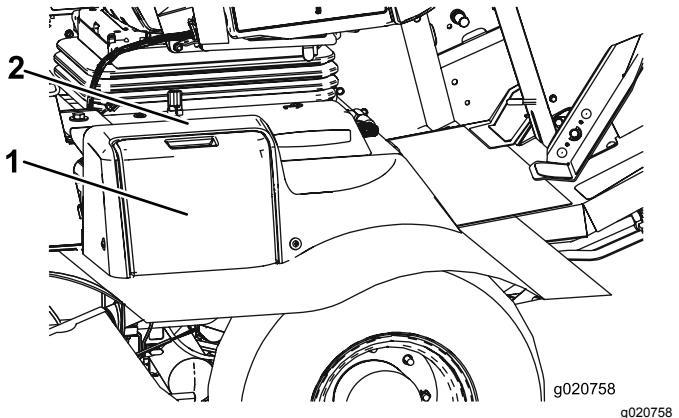

Figura 82
- Abra la tapa de la batería, situada en el lado de la cubierta (Figura 82).
**Nota:** Presione hacia abajo sobre la superficie plana situada encima de la tapa de la batería para facilitar la apertura de la tapa (Figura 82).